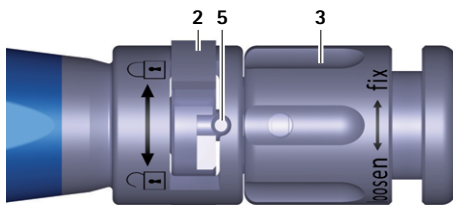

Fig. 4 Grande plano do instrumento introdutor, implante de ensaio/implante tensionado
- ▶ Rodar a porca giratória 3 no instrumento introdutor A no sentido horário (sentido "fix"), até o implante de ensaio ficar sob tensão, ver Fig. 4.
- Rodar a porca giratória **3** no instrumento introdutor **A** no sentido horário (sentido: „fix“), até o implante ficar sob tensão, ver Fig. 4.